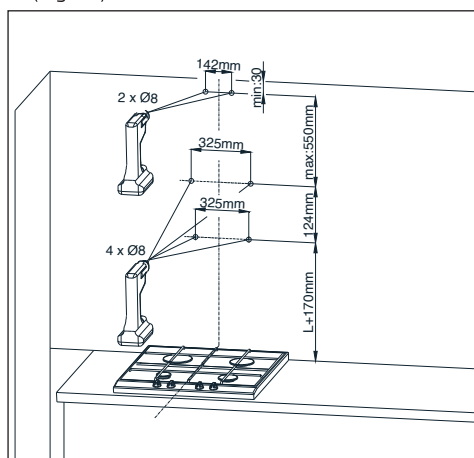

Fig.10 Dimensions de l'assemblage
1. Définissez l'axe de la cuisinière et projetez-le sur le mur, là où la hotte sera montée. Signez tous les points caractéristiques de la fixation du capot. Faites les ouvertures avec la perceuse. (Fig. 10)